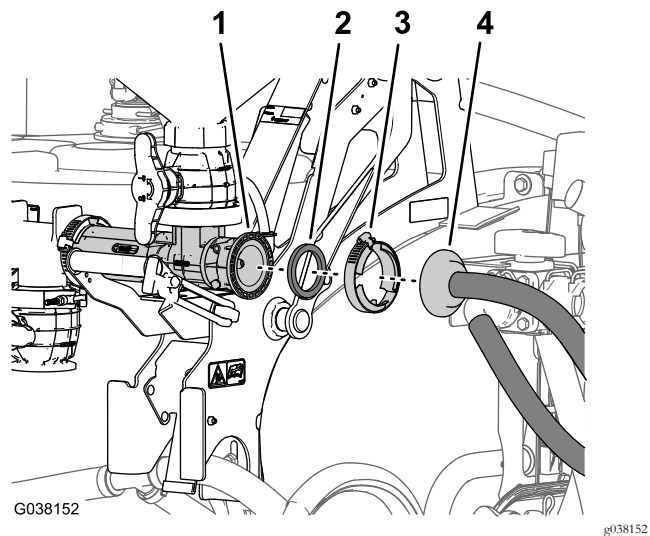

图9
1. 卸下将清洁加药器供水软管的法兰软管倒钩固定至清洁加药器入口法兰的法兰夹具 图9。
2. 从清洁加药器上卸下法兰软管倒钩和垫片 图9。